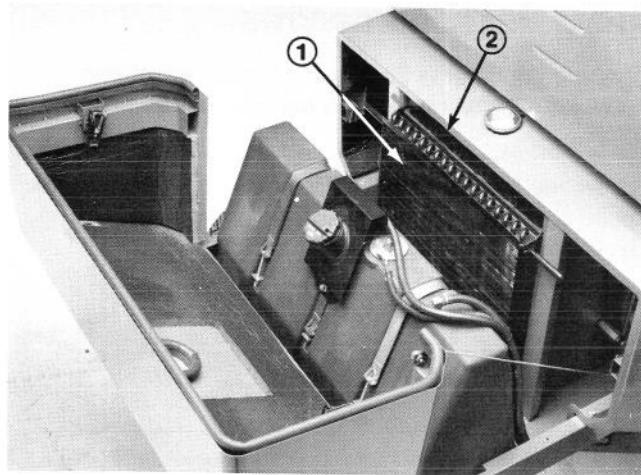

Figure 38
- Passer la main à l'intérieur du capot arrière du moteur, relâcher les fixations et ouvrir le capot arrière (Fig. 38). Soulever sur les poignées du refroidisseur d'huile et faire pivoter en arrière dans la rainure de montage. Nettoyer soigneusement les deux côtés du refroidisseur d'huile, du radiateur et la surface arrière du moteur à l'air comprimé. Remettre le refroidisseur en place et verrouiller les capots avant et arrière du moteur.